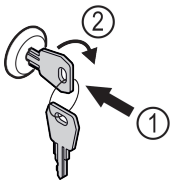

Fig. 158
- ▶ Schlüssel hineindrücken. Fig. 158 (1)
- ▶ Schlüssel um 90° im Uhrzeigersinn drehen. Fig. 158 (2)